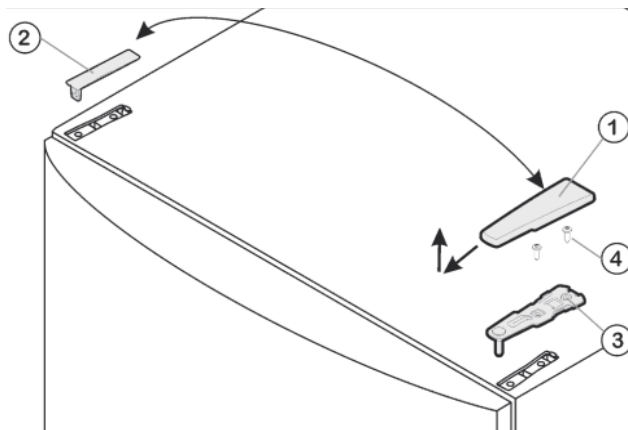

Fig. 4
- ▶ Потяните крышку Fig. 4 (1) вперед и вверх.
- ▶ Снимите крышку Fig. 4 (2).
- ▶ Открутите верхний опорный кронштейн *Fig. 4 (3)* (2 шт. Torx® 25) *Fig. 4 (4)* и вытяните вверх.
- ▶ Установите верхний опорный кронштейн *Fig. 4 (3)* на новой стороне шарнира и защелкните в дверце.
- ▶ Привинтите верхний опорный кронштейн (**с моментом 4 Нм**)(2 шт. Torx® 25) Fig. 4 (4). При необходимости сделайте отверстия или используйте аккумуляторную отвертку.
- ▶ Наденьте и защёлкните крышку Fig. 4 (1) и крышку Fig. 4 (2) на противоположной стороне снаружи.